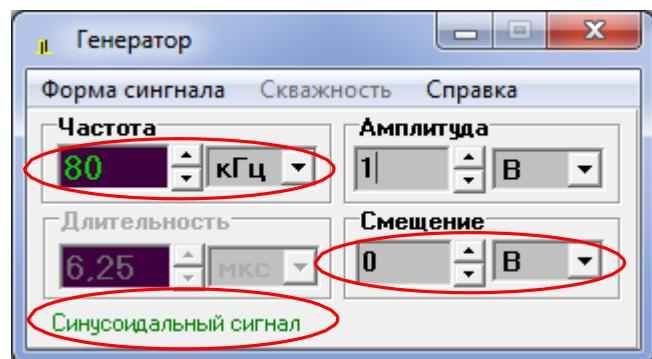

Рис. 7.15. Установка параметров генератора синусоидального напряжения
5. В свойствах генератора 1 установите частоту 80 кГц (кратную числу уровней) и синусоидальную форму сигнала. Смещение установите равным 0 (рис. 7.15).